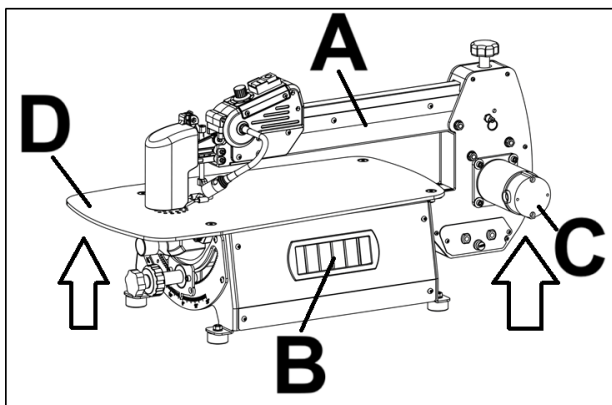

Fig. 2
**По соображениям упаковки машина собрана не полностью. См. рис.2**
Не поднимайте и не перемещайте лобзикоподъемный станок с помощью верхнего рычага А (рис.2), это может привести к повреждению внутренней системы крепления. Поднимите его, используя боковой ящик для хранения В (рис.2) или двигатель (С, рис.2) и край стола (D, рис.2).